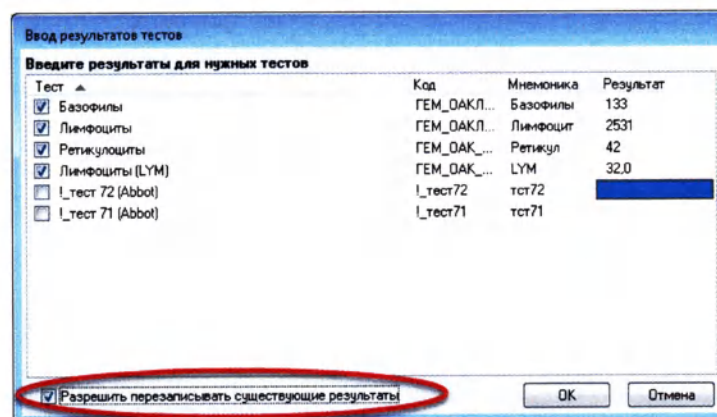

Рисунок 5.22
5. Для редактирования уже существующих данных, отметьте галкой поле «Разрешить перезаписывать существующие результаты» (Рисунок 5.22):